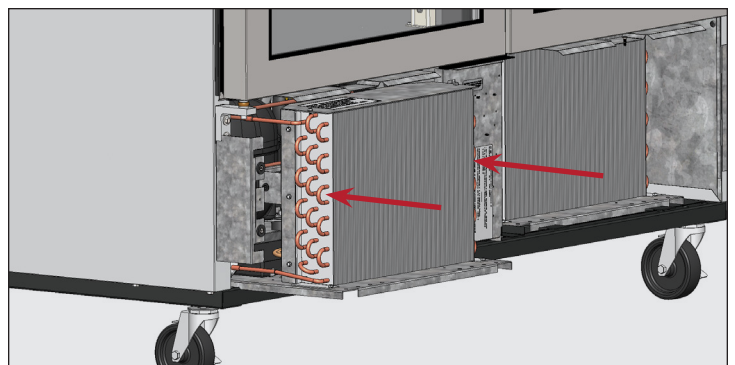

Abb. 8. Schieben Sie die Kondensationseinheit vorsichtig zurück in ihre Position und bringen Sie die Schrauben wieder an.
8. Bringen Sie die Rohrschlangehalterungen (falls zutreffend) wieder an. Schieben Sie dann die Kompressoreinheit vorsichtig zurück in ihre Position und bringen Sie die Schrauben wieder an. Siehe Abb. 8.